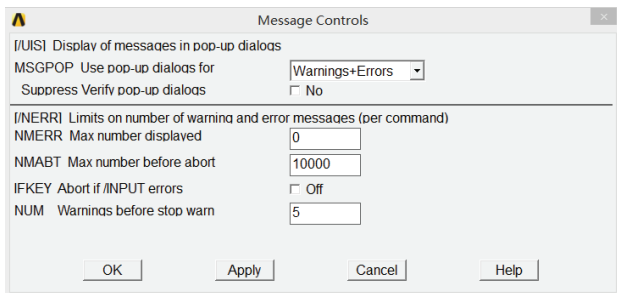

图 2-17 信息控制对话框
4) 选择 Utility Menu | MenuCtrls | Message Controls 命令, 出现 Message Controls 对话框, 在 NMERR Max number displayed 输入栏中输入 0, 其余选项采用默认设置, 如图 2-17 所示, 单击 OK 按钮关闭该对话框。